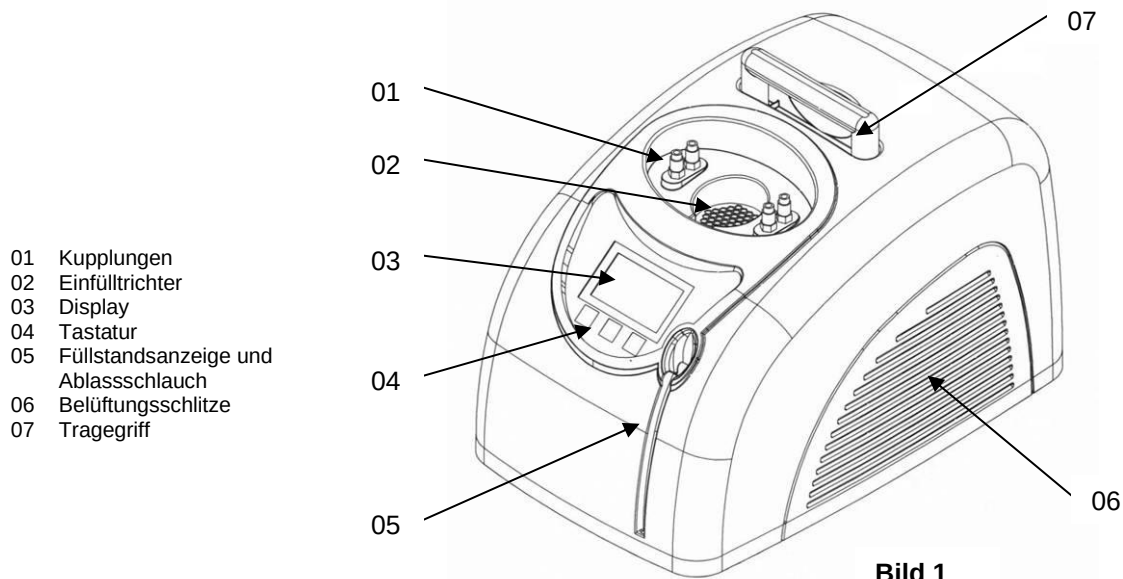

Bild 1
- Der Schlauch wird mit den Verschlussstülsen an den Kupplungen (Bild 1) eingesteckt.